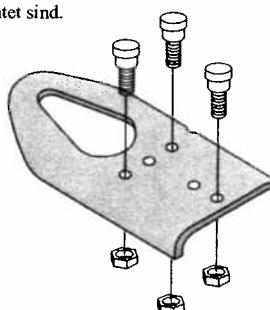

Figure 5
1. Installez le goujon fileté sur le plateau adaptateur comme illustré par la figure 5.
1. Install the Plate Stud onto the Adapter Plate as shown in figure 5.
1. Installieren Sie die Schachtschraube an die Adapterplatte wie abgebildet in Abbildung 5.